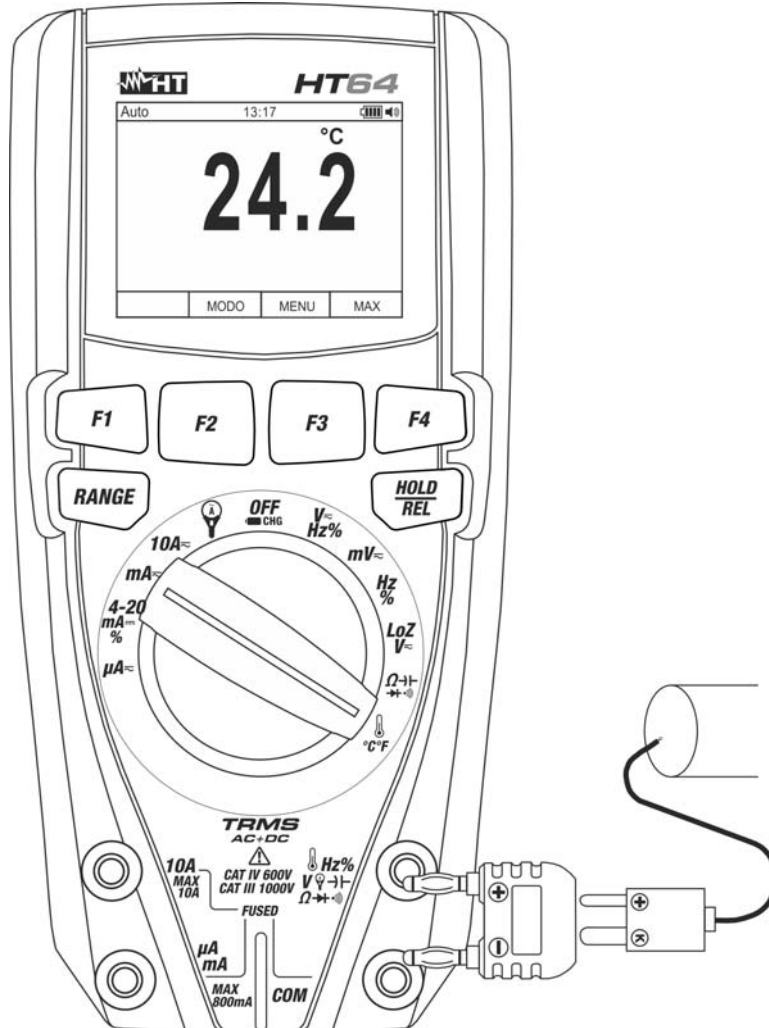

Fig. 29: Uso del instrumento para medida de Temperatura
3. Inserte el adaptador en dotación en los terminales de entrada Hz% V → I Ω → I → I)) (polaridad +) y **COM** (polaridad -) (vea Fig. 29)